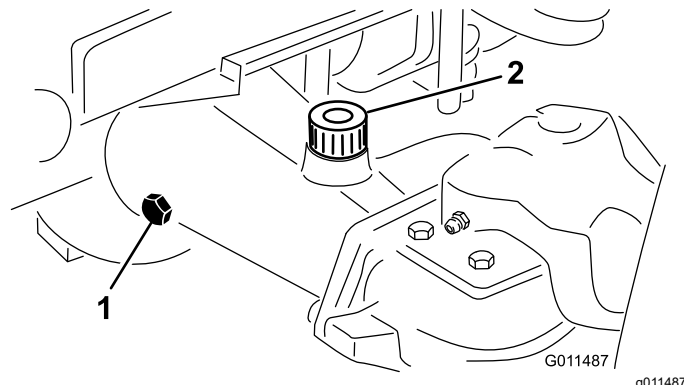

Figure 16
2. Enlevez un bouchon de contrôle à une extrémité du pont et vérifiez que le lubrifiant atteint la base de l'orifice (Figure 16).